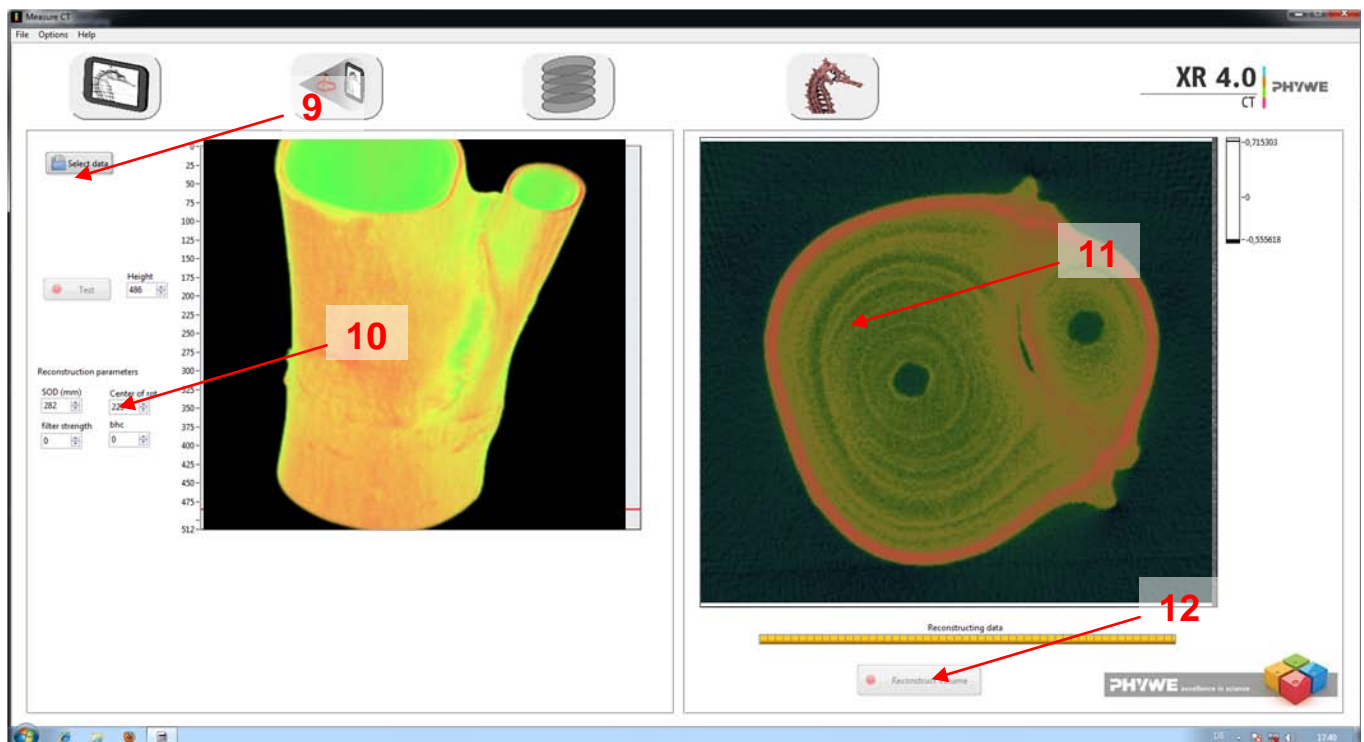

Abb. 7: Screenshot im Modus „Rekonstruktion“
3. Modus „Rekonstruktion“, Abb. 7